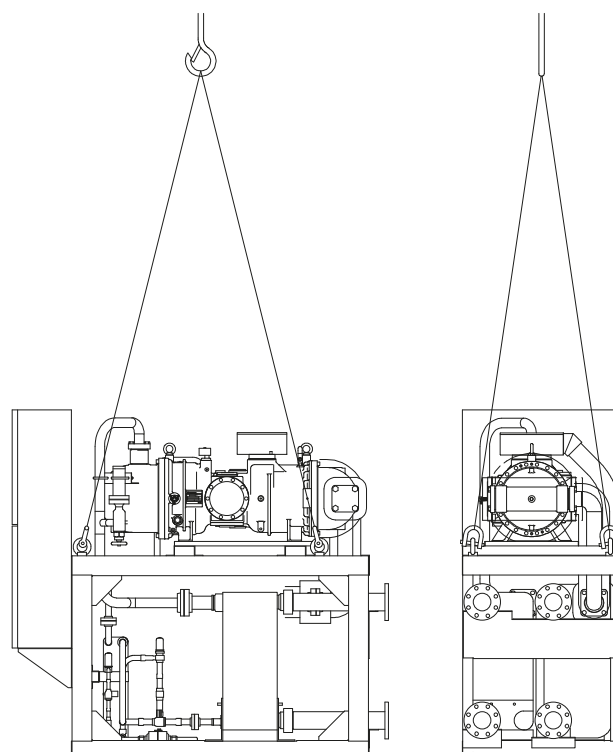

図 2-1 ユニット吊上げ要領
- ① 吊上げはユニット枠の4本の吊具にフックを掛けて行って下さい。このとき制御箱、配管などを傷付けないようにし、もしロープが当たるときは適当な引棒を入れるようにして下さい。(図2-1)
- ② 吊上げ用のロープは製品質量に見合ったロープ強度にして下さい。製品質量は表2-1の通りです。